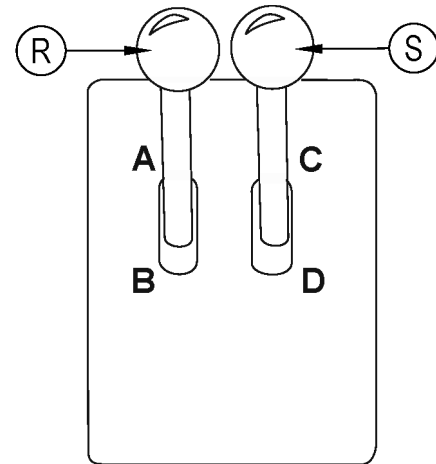

FIGURA 9
El control de elevación del cepillo lateral derecho (H) y de la potencia se encuentra a la derecha del panel de instrumentos. Para elevar y detener el cepillo izquierdo, tome la palanca y empújela a la muesca de bloqueo, marcada con la flecha "UP" (HACIA ARRIBA). Para bajar el cepillo lateral, tome la palanca y empuje hacia arriba y hacia la izquierda, alejándose de la muesca de bloqueo. Deje que la palanca baje, hasta que descansa al lado de la flecha "DOWN" (HACIA ABAJO). El cepillo automáticamente comenzará a girar mientras se lo baje. Para encender los cepillos laterales, mueva la palanca de elevación de tolva/cepillo lateral hacia adelante a la posición "ON" (ENCENDIDO) (Vea la Figura 9).
PALANCA DE ELEVACIÓN DE TOLVA / CEPILLO LATERAL (Vea Figura 9)
PALANCA DE DESCARGA DE TOLVA/CONTROL DE RETORNO (Vea Figura 9)
El control de elevación del cepillo lateral izquierdo (V) está ubicado a la izquierda del panel de instrumentos. Para elevar y detener el cepillo lateral, tome la palanca y empujela a la muesca de bloqueo, marcada con la flecha "UP" (HACIA ARRIBA). Para bajar el cepillo lateral, tome la palanca y empuje hacia arriba y hacia la derecha, alejándose de la muesca de bloqueo. Deje que la palanca baje, hasta que descansa al lado de la marca "DOWN" (HACIA ABAJO). Para encender los cepillos laterales, mueva la palanca de elevación de tolva/cepillo lateral (R) hacia adelante a la posición "ON" (ENCENDIDO) (Vea la Figura 9).